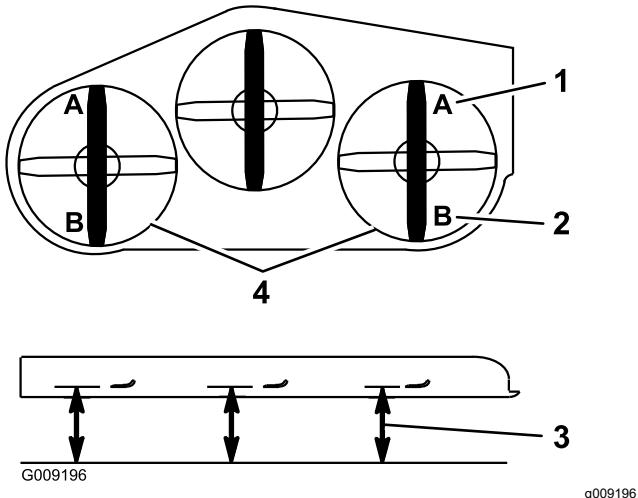

Figure 101
- De chaque côté du tablier de coupe, mesurez la distance entre la surface plane et la pointe avant de la lame (position A), comme montré à la Figure 101.
15. De chaque côté du tablier de coupe, mesurez la distance entre la surface plane et la pointe arrière de la lame (position B), comme montré à la Figure 101.